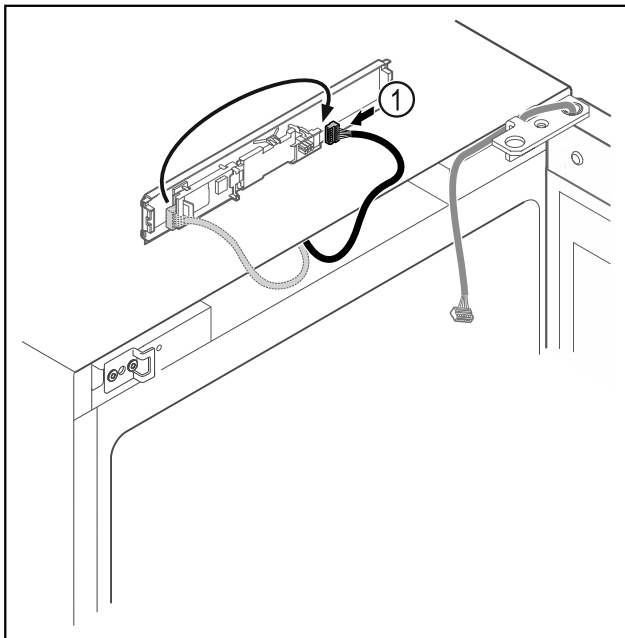

Fig. 9
- ▶ Stekker Fig. 9 (1) op printplaat verwisselen.